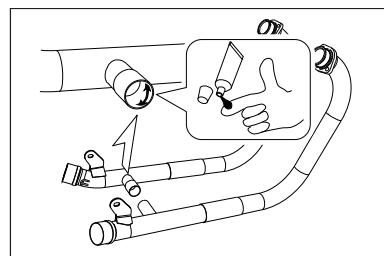

図. 4
- ① 各パイプ差込口の内側にあらかじめ液体ガスケット ME30(構成部品 15 番)を適量塗布しておきます(図. 4)